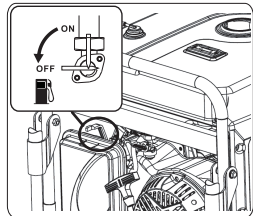

Fig 14
2. Gire la válvula del gasolina a la posición "OFF". (fig 14)